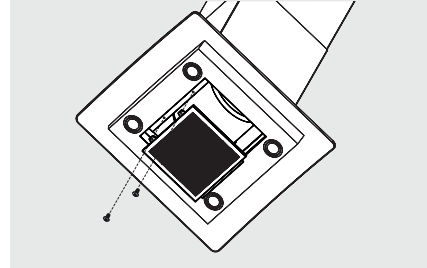

Figura 17.
- Para modo recirculante, instale el filtro de carbón con 2 tornillos. Los tornillos se encuentran roscados en el cuerpo de la campana. Simplemente suelte los tornillos, introduzca el filtro y asegure nuevamente. Este paso se puede ignorar si se utiliza el modo extractor. (Ver Figura 17).